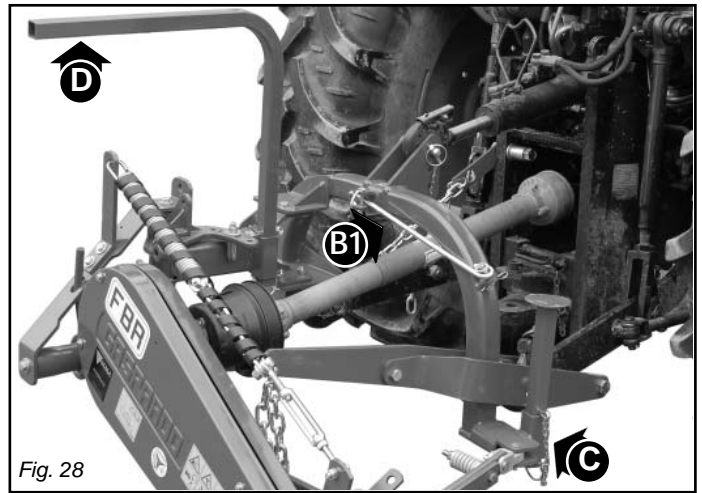

Fig. 28
- Quitar los tirantes de soporte (C y D, Fig. 28) y volverlos a montar al revés en sus asientos.
- Quitar el gancho de seguridad (B1, Fig. 28), que sirve solamente para el transporte y ponerlo en el alojamiento superior del chasis.